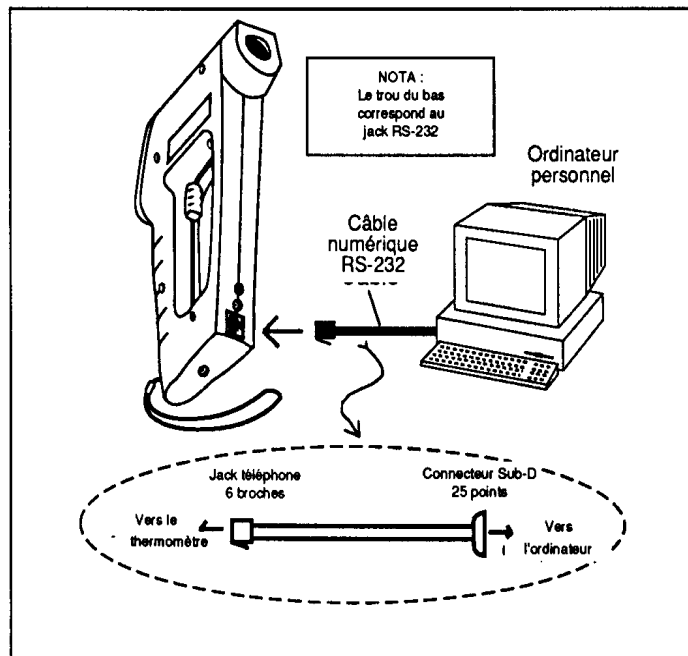

Figure 2-11. Raccordement à un ordinateur personnel
2. Relier le câble entre RS-232 entre le thermomètre et le port série (RS-232 de l'ordinateur personnel) comme le montre la figure 2-11.